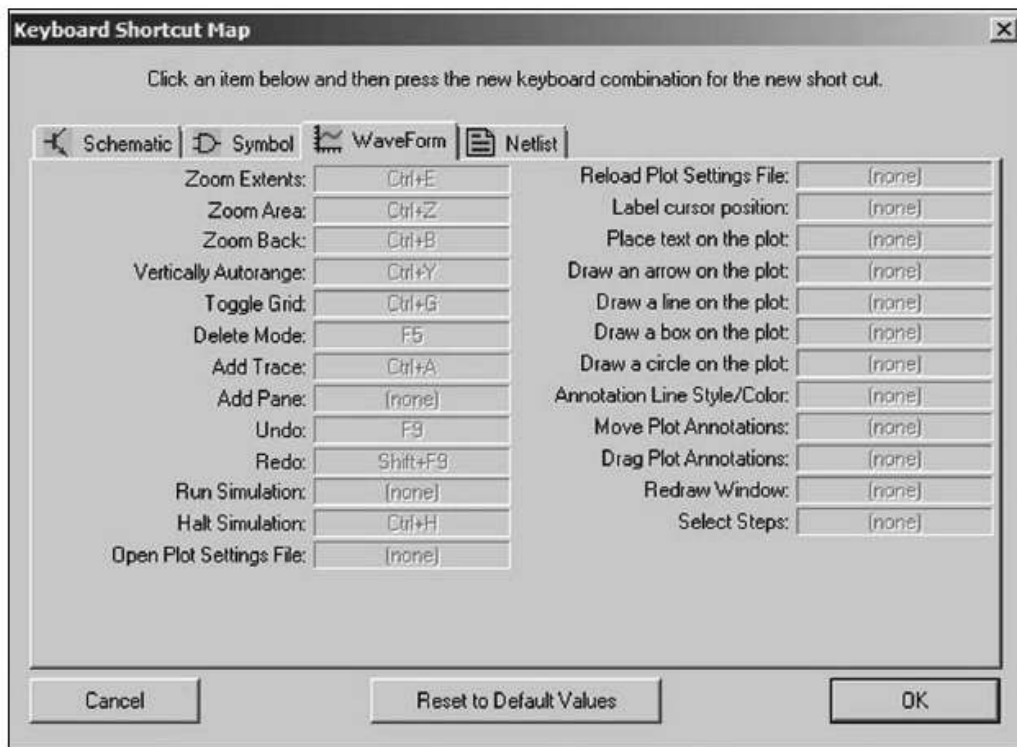

Figure 18.10
- **Hot Keys[*]** : Accès direct à la fenêtre **Keyboard Shortcut Map** (tableau des raccourcis clavier), illustrée à la figure 18.10.